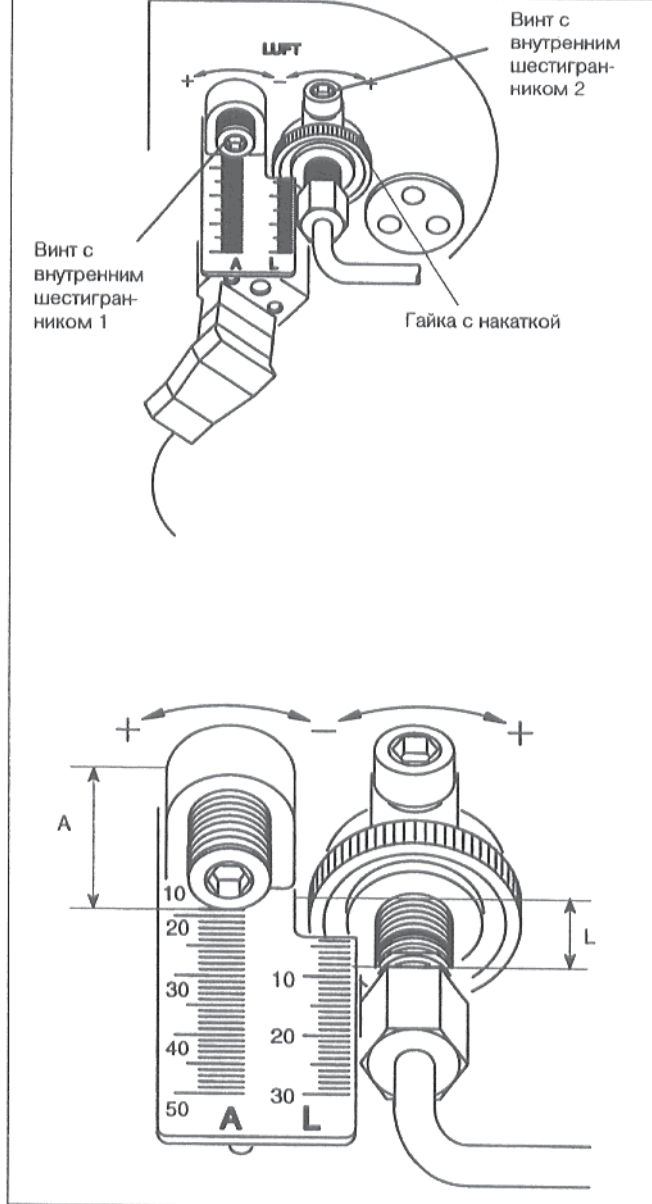

Рис.4
Горелка предварительно отрегулирована изготовителем на значения, указанные в таблице "Технические данные" (стр. 23/24) для **размера "А"** (рис. 4).
- Повернуть винт с внутренним шестигранником 1 вправо или влево (рис. 4а).
- Ослабить винт с внутренним шестигранником 2 на пол-оборота (рис.4а).
- Повернуть гайку с накаткой (рис. 4).